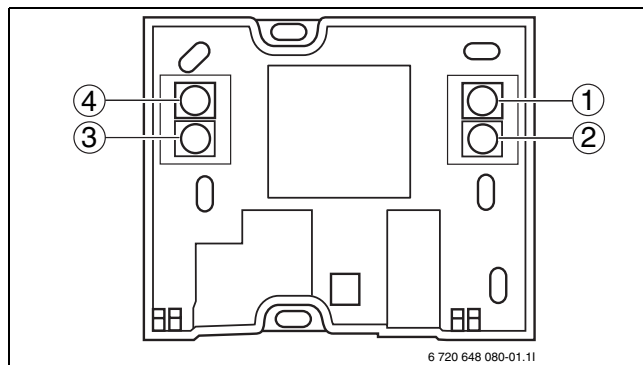

Fig. 22 Dimensions
- Vérifiez que les quatre câbles sont reliés à des bornes comme indiqué sur la Figure 22.
- Soyez attentif en reliant les connexions (figure 22) +12V, CANH, CANL et GND de la sonde d'ambiance aux connexions correspondantes de la carte. Voir le schéma électrique Connexions externes dans le manuel d'installation de la pompe à chaleur. Pour la description du bus CAN LCD, voir le manuel d'installation de la pompe à chaleur.